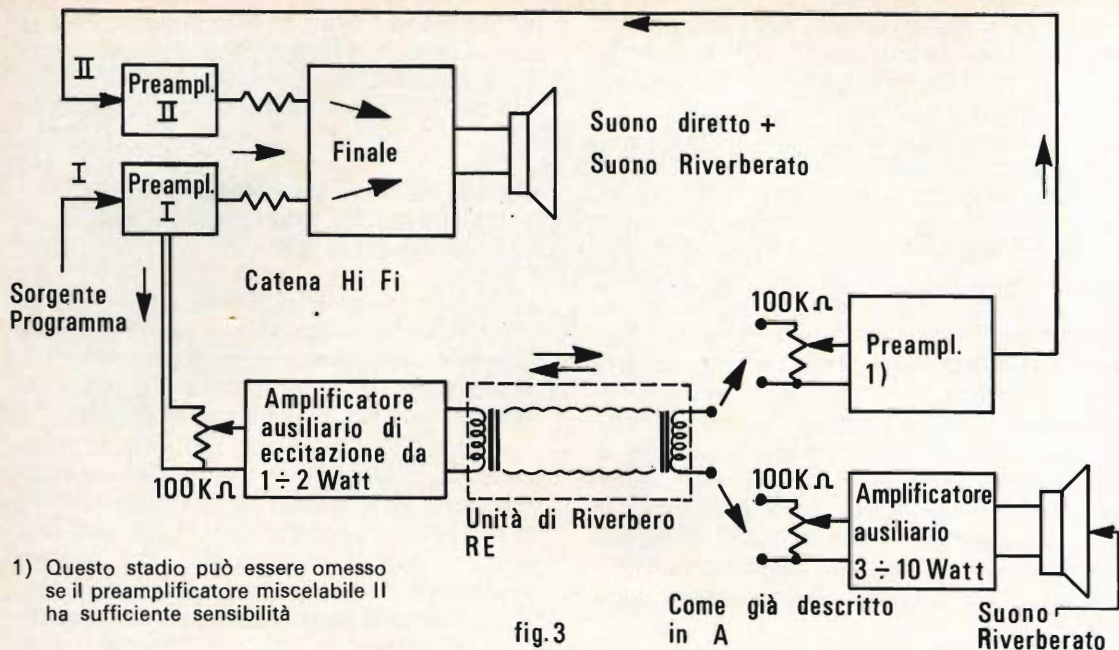

fig. 3
**B. Prelievo del segnale da riverberare direttamente dagli stadi di equalizzazione del preamplificatore (fig. 3)**